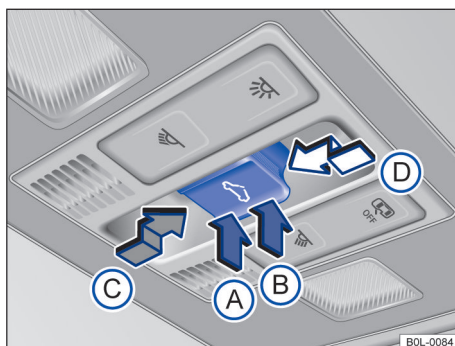

图 49 车内顶篷：全景滑动/外翻式天窗的按钮
- **外翻打开电动全景滑动/外翻式天窗：** 按压按钮 → 图 49 (B) 至 1 挡位置。自动运行：按压按钮 (B) 至 2 挡位置。
- **关闭电动全景滑动/外翻式天窗：** 按压按钮 (A) 至 1 挡位置。自动运行：按压按钮 (A) 至 2 挡位置。
- **打开电动全景滑动/外翻式天窗：** 按压按钮 (C) 至 1 挡位置。自动运行至舒适位置：按压按钮 (C) 至 2 挡位置。
- **关闭电动全景滑动/外翻式天窗：** 按压按钮 (D) 至 1 挡位置。自动运行：按压按钮 (D) 至 2 挡位置。
- **终止自动运行打开或关闭过程：** 再次按压按钮 (C) 或 (D)。